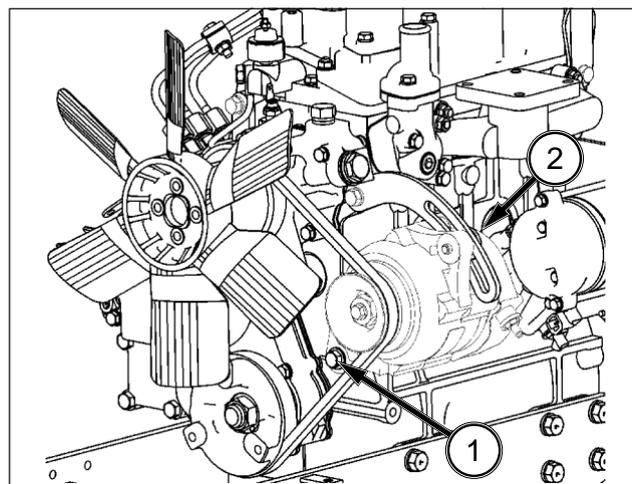

FIG. 103
FIG. 103: Para ajustar la tensión de la correa, desenrosque el perno central del alternador (1) y el perno de soporte de la tensión (2). Tire de la parte superior del alternador hacia el exterior para tensar correctamente la correa y apriete en primer lugar el perno (2) y a continuación el perno central (1).